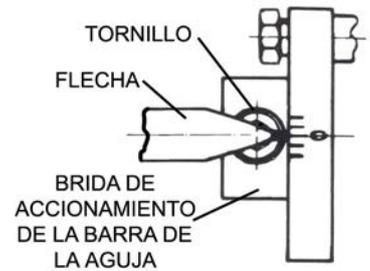

Figura 9
- ✓ Girar el volante de la máquina y poner la aguja en la posición "arriba" y el brida de accionamiento de la barra de la aguja en la posición "ceros" (figura 9);